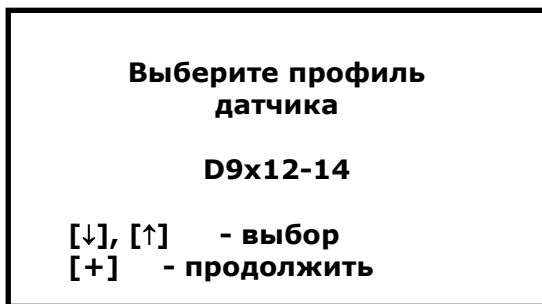

Рис. 14
- **Добавить новый датчик.** При нажатии на кнопку **[+]** включается программа автоматической настройки датчика с возможностью выбора профиля датчика (Рис. 14).